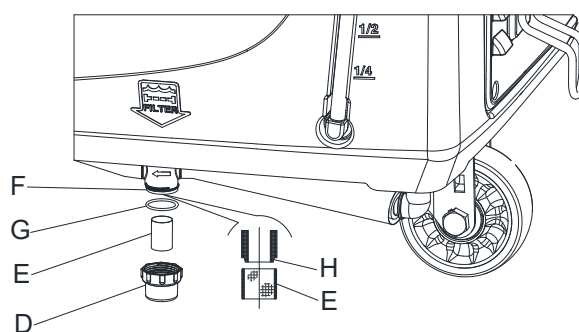

Figura 14
4. Îndepărtați capacul (D, Figura 14), apoi îndepărtați sita filtrului (E). Curățați-le și instalați-le pe suport (F).